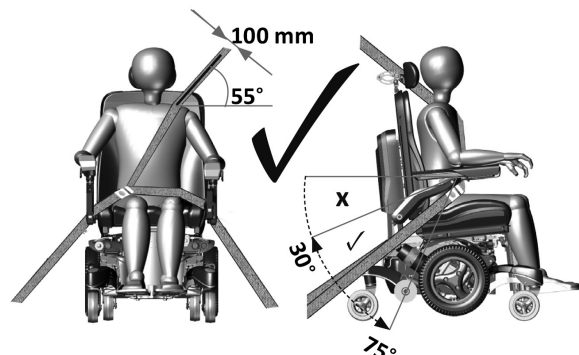
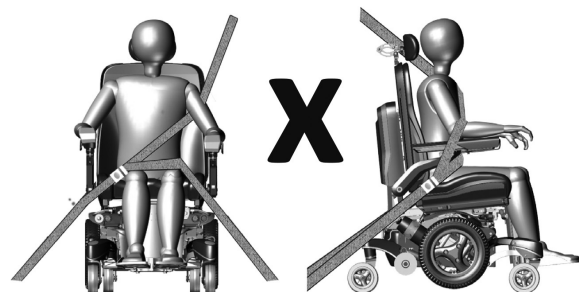

Figura 5.5 - Posición correcta de la sujeción de tres puntos del ocupante
Figura 5.6 - Posición incorrecta de la sujeción de tres puntos del ocupante
- Los sistemas de sujeción deben montarse en el pilar apropiado del vehículo y no deben mantenerse alejados del cuerpo por medio de componentes de la silla eléctrica como los reposabrazos o las ruedas (Figura 5.6)
- El cinturón pélvico debe usarse bajo, atravesando la parte delantera de la pelvis de modo que el ángulo de sujeción del cinturón pélvico esté entre 30° - 75° en relación con la horizontal (Figura 5.5)
- Es preferible un ángulo más pronunciado (mayor) dentro de la zona preferida (Figura 5.5)
- El cinturón de sujeción del torso superior debe ajustarse sobre el hombro y a través del pecho como se ilustra (Figura 5.5). No se ponga el cinturón de seguridad como se muestra en la figura 5.6